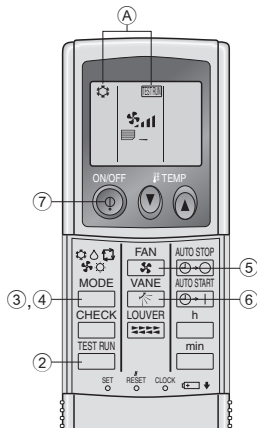

Fig. 7-5
7.2.2. Використання бездротового пульта дистанційного керування (Fig. 7-5)
- ① Подайте живлення на блок принаймні за 12 годин до тестового прогону.
- ② Двічі натисніть кнопку безперервно. (Почніть цю дію з вимкненого стану дисплея пульта дистанційного керування.)